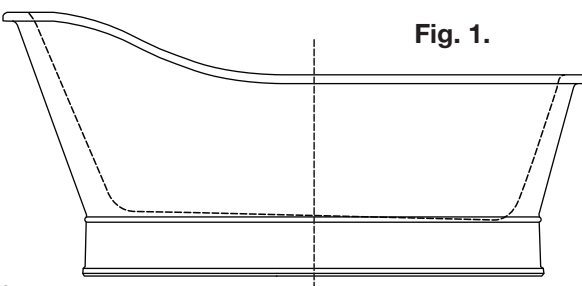

Fig. 1.
- Placez la baignoire sur un plancher fini et au niveau, à l'endroit souhaité. Voir **fig. 1**.